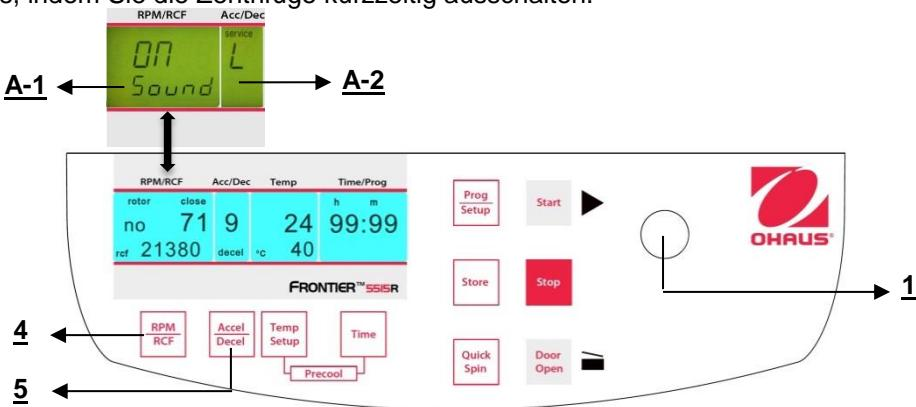

Abbildung. 33
Fahren Sie fort wie unter Punkt 4.1.2 beschrieben, um in den Programmmodus einzutreten und drücken Sie dann die Taste "Accel/Decel" (5). Auf der Anzeige blinkt "Accel/Decel" (A-2) das Wort "Service". Wählen Sie nun den Buchstaben "L" mit Hilfe des Anpassungsknopfes (1). Als Ergebnis erscheinen die Worte "On Sound" auf der Anzeige "RPM | RCF" (4). Wenn Sie die Taste "RPM | RCF" (4) nun drücken, blinkt das Wort "On" und Sie können den Ton mit dem Anpassungsknopf (1) umschalten (siehe Abbildung 33).